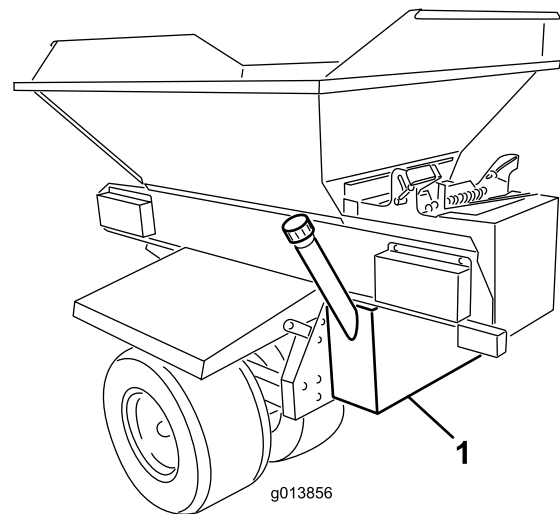

Figura 1
4. Apoye el depósito hidráulico desde abajo y coloque el depósito contra el tabique trasero del chasis de la ProPass. El depósito debe centrarse horizontalmente y debe colocarse en posición vertical (Figura 1).